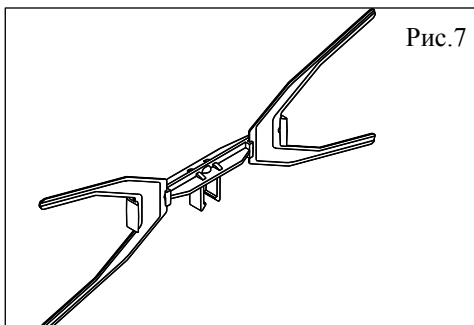

Рис.7
5.9. Вставить по два пластинчатых директора в каждый пластмассовый кронштейн (рис.7).